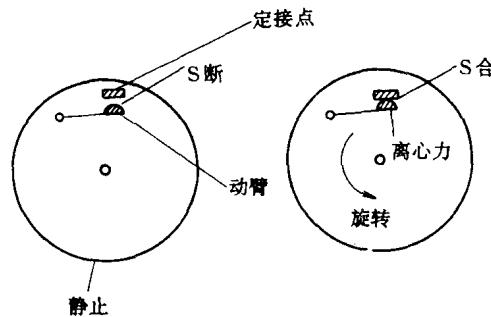

图 2-5
(5) 电源开关 S 是一个离心开关，固定在印制电路板的一侧边缘(见图 2-5)。在静止状态时，离心开关 S 处于断开状态（见图 2-5 之左图），整个电路不工作。当陀螺旋转起来以后，里面的电路板也随之绕中心点快速旋转，位于电路板边缘的离心开关 S 的动臂在离心力的作用下向外弯曲，与定接点接触，使 S 闭合（见图 2-5 之右图），接通电源，电路起振。
(6) 闪光陀螺的外壳可以自制，或者用其他陀螺形状的物品改制。例如可选购一只陀